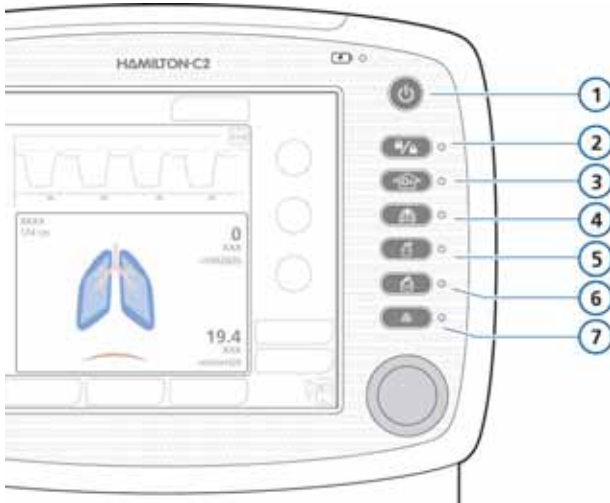

Figura 9-1. Tasti di funzioni speciali
- Premere e rilasciare il tasto **Respiro Manuale** (Figura 9-1) durante l'espirazione.